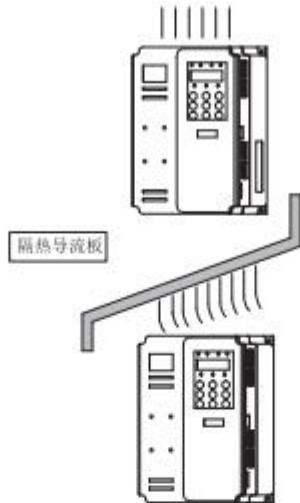

图 3-2 隔热导流板安装示意图上下安装图
- 2) 请向上垂直安装变频器，便于热量向上散发。若柜内有多台变频器时，请并排安装。在需上下安装の場合，请参考图 3-2，安装隔热导流板。